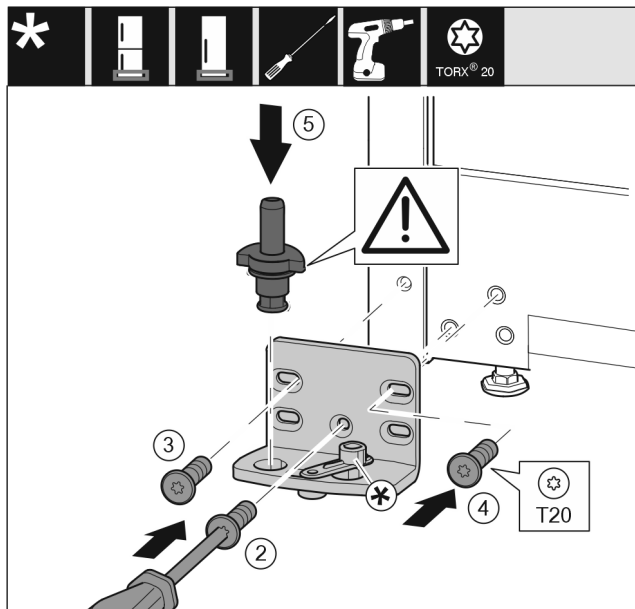

Fig. 22 \*
- ▶ Nasadte stojan ložiska na druhé straně a přišroubujte pomocí šroubováku. Začněte šroubem Fig. 22 (2) dole uprostřed.\*
- ▶ Utáhněte šroub Fig. 22 (3) a šroub Fig. 22 (4).\*
- ▶ Zcela vložte ložiskový čep Fig. 22 (5). Přitom dávejte pozor, aby zajišťovací vačka směřovala dozadu.\*
- ▶ Nasadte stojan ložiska na druhé straně a přišroubujte pomocí šroubováku. Začněte šroubem (2) dole uprostřed.\*
- ▶ Utáhněte šroub (3) a šroub (4).\*
- ▶ Zcela vložte ložiskový čep (5). Přitom dávejte pozor, aby zajišťovací vačka směřovala dozadu.\*